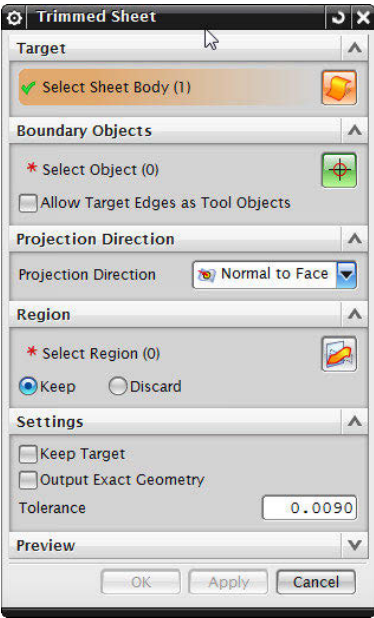

**Bild 2-53** Trimmed Sheet – Radius
**Bild 2-53** haben, da nun der obere Teil wegfallen soll.